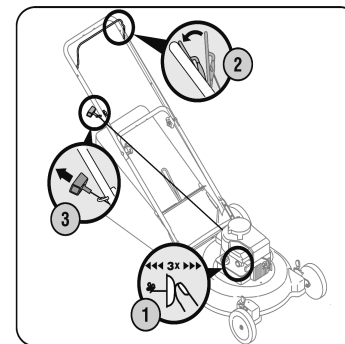

Figura 4-2
1. Oprima el cebador tres veces (de ser equipado). Espere aproximadamente dos segundos entre cada presión. Vea la Figura 4-2. En climas con temperaturas de alrededor de 55° F o menos, oprima el cebador cinco veces. No cebe el motor caliente para reiniciarlo luego de una detención breve.
2. Colóquese detrás de la podadora, apriete la manija de control de la cuchilla y sosténgala contra la manija superior. Ver la Figura 4-2.
3. Sostenga firmemente las dos manijas juntas, tome la manija del arrancador de retroceso y tire de la cuerda para sacarla con un movimiento rápido y continuo. Vea la Figura 4-2. Mantenga firme la manija del arrancador, deje que la cuerda regrese lentamente al arrancador. Repita hasta que el motor esté en marcha. Deje que la cuerda se enrolle lentamente de regreso.